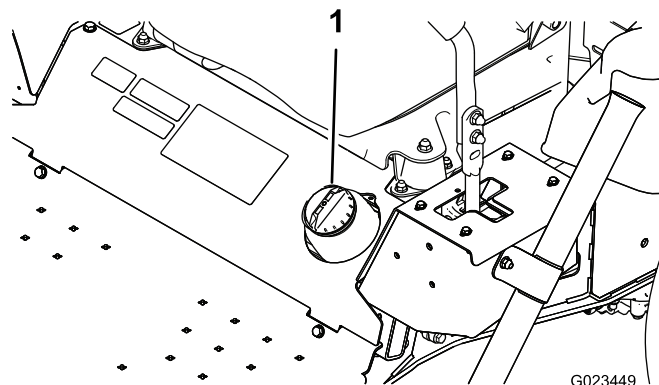

Figura 17
1. Pulite intorno al tappo del serbatoio del carburante (Figura 17).